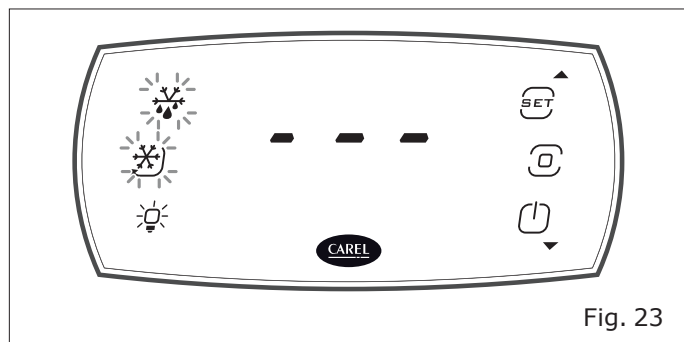

Fig. 23
- Ripremendo l'icona "Program" (2) per 3 secondi il display si sblocca ed entra in modalità diretta attivazione degli attuatori/funzioni, visualizzando in sequenza tre trattini "---" ("Fig. 23") e le icone dei comandi (se le icone sono fisse il carico/funzione è attivo, se lampeggiano non è attivo).